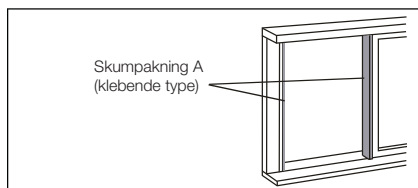

Fig. 18
1. Skjær skumpakningene (type med lim) til passende lengder, og fest dem til vinduskarmen. Se Fig. 18.